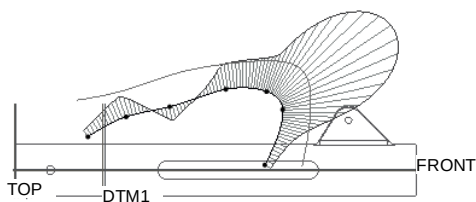
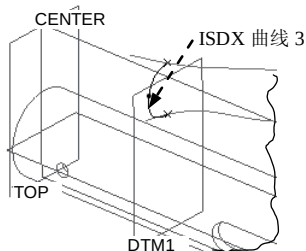

图 8.9.11 ISDX 曲线 2 的曲率图
图 8.9.12 创建 ISDX 曲线 3
② 在 **样式** 功能选项卡中的 **分析** ▾ 区域中单击“曲率”按钮  , 然后选取图 8.9.11 中的 ISDX 曲线 2; 对照图 8.9.11 所示的曲率图(注意: 此时在 **比例** 文本框中输入数值 30.00), 对 ISDX 曲线 2 上的点进行拖拉编辑。
(5) 完成编辑后, 单击操控板中的  按钮。
Step4. 创建图 8.9.12 所示的 ISDX 曲线 3。